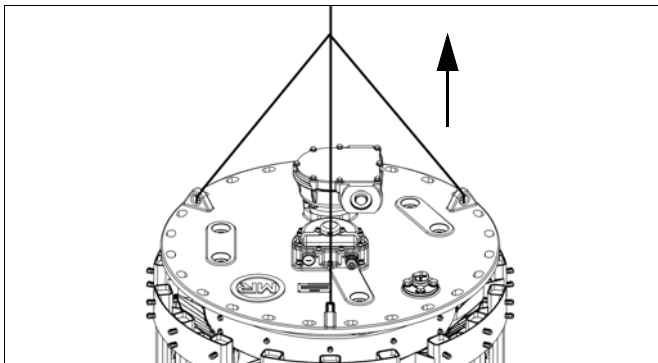

рис. 44
- Снимите головку устройства ПБВ DEETAP® DU (рис. 44).